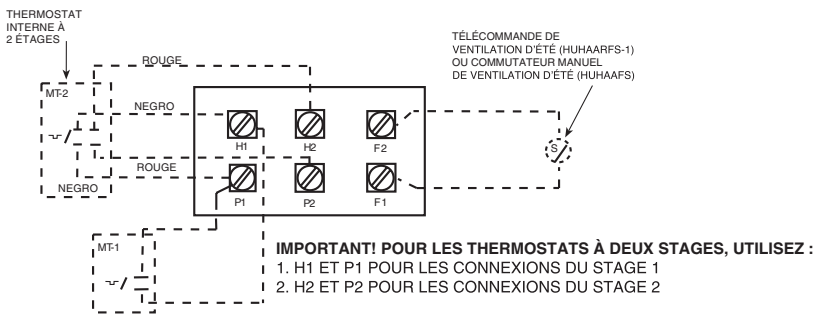

Figure 4. Carte de terminaison de commandes (pour radiateurs sans contacteur)
3. Sur les radiateurs **non** fournis avec un contacteur interne (3 et 5 kW), référez-vous à la Figure 4 comme schéma de câblage.